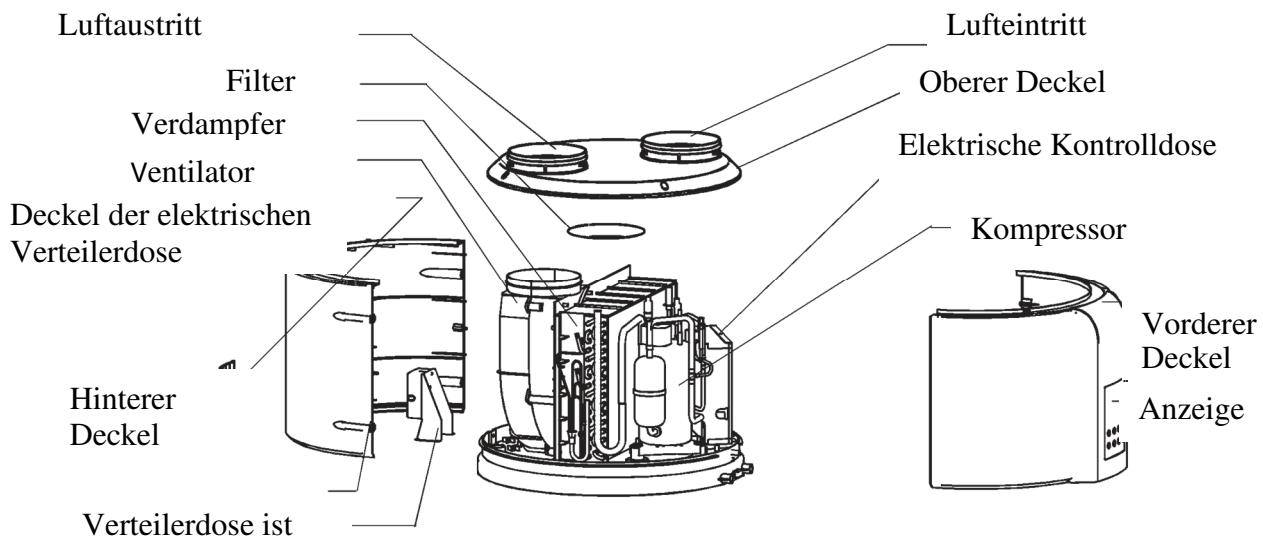
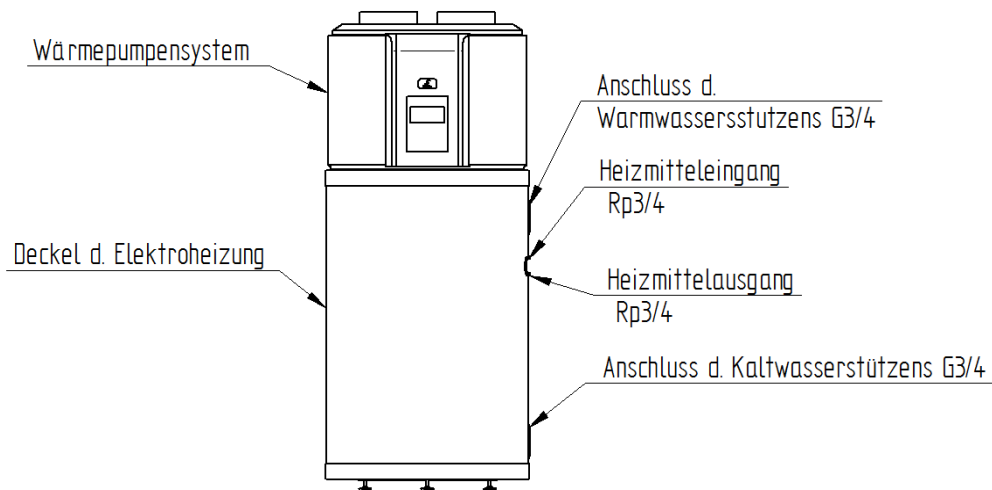

Abb. 2.1-1
Abb. 2.1-2
Der HB200(C) Boiler mit Wärmepumpe besteht grundsätzlich aus dem die Anlage mit der Wärmepumpe enthaltenden oberen Teil (**Abb. 2.1-1**) und aus dem das Lagerbehälter enthaltenden unteren Teil (**Abb. 2.1-2**). Der Lagerbehälter des Gebrauchswassers – der vom Innen Email und vom Außen eine dicke Polyurethan-Dämmung mit großem Wirkungsgrad hat und die letztere vom Kunststoffmantel der Anlage bedeckt ist. Der Rohrheizkörper an der Deckkappe wurde an einer gemeinsamen von der beschränkenden Anzeiganode der Elektronik und der Magnesiumanzeiganode gebildeten Achse mit Deckkappe, waagrecht angebracht.
Die nachstehenden Einzelteile sind in einem leicht zugänglichen, geeignet gedämpften Kunststoffgehäuse angebracht: Expansionsventil vom Kompressor, thermostatisches Expansionsventil, Verdampfer, das Ventilator für eine richtige Luftströmung und die anderen Teile der **Abb. 2.1-1**.